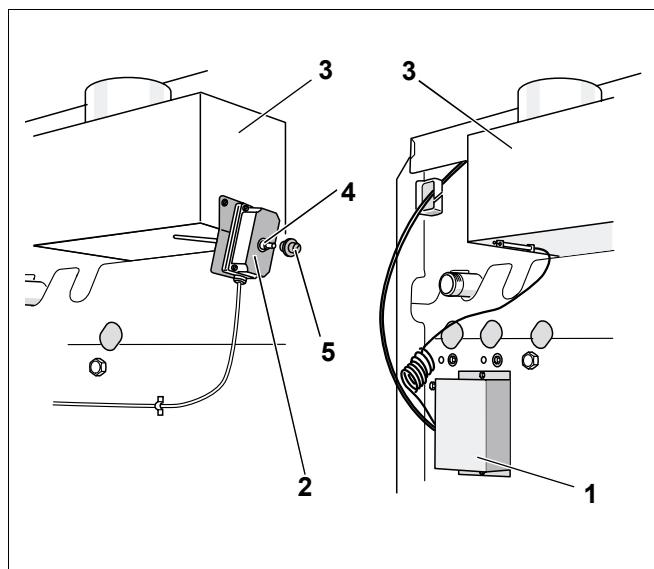

Рис. 11 Системы контроля дымовых газов
- Если имеется теплопотребность, система контроля дымовых газов AW 50 (рис. 11, **поз. 1**) через несколько минут вновь автоматически запускает горелку.
- На системе контроля дымовых газов AW 10 (рис. 11, **поз. 2**) примерно через две минуты снимите защитный колпачок (рис. 11, **поз. 5**) и нажмите разблокировочный штифт (рис. 11, **поз. 4**).